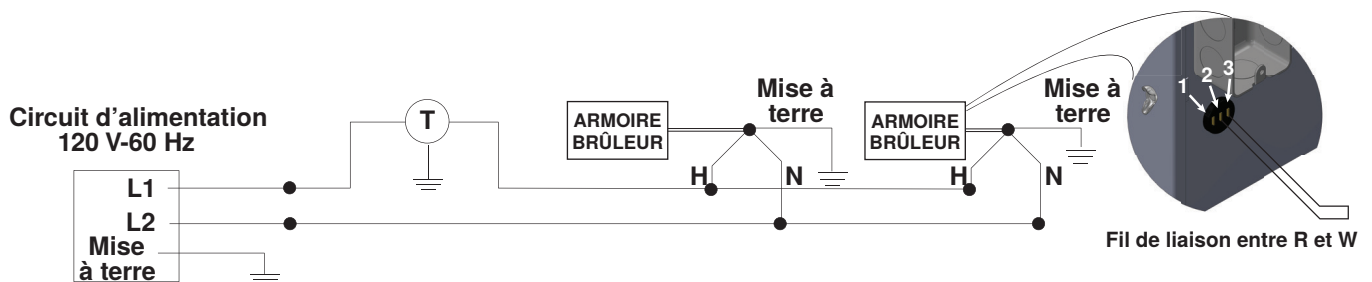
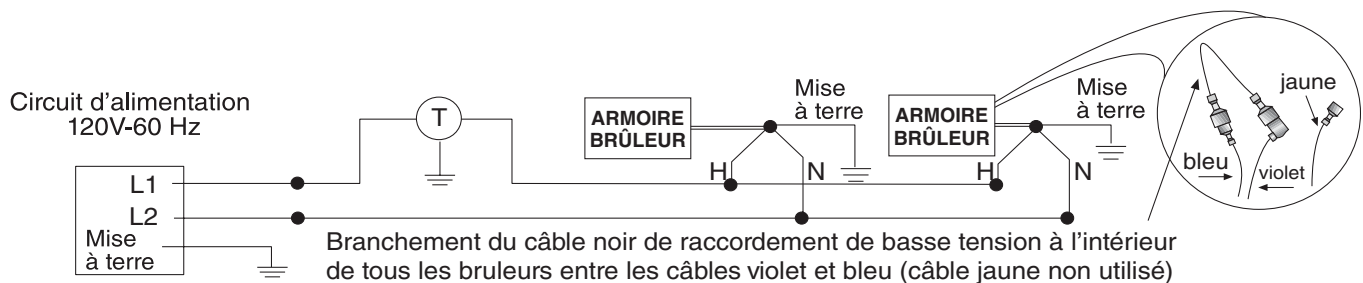

Figure 31. Câblage du thermostat à tension de ligne modèle VZ
Figure 32. Câblage du thermostat à tension de ligne modèle VZH
- **Thermostat de tension de ligne :** Pour les modèles VZ et VZH, installez le thermostat à tension secteur (maximum cinq armoires à brûleurs par thermostat) conformément aux instructions du fabricant du thermostat et connectez le câblage conformément à la **Figure 31** ou à la **Figure 32**.